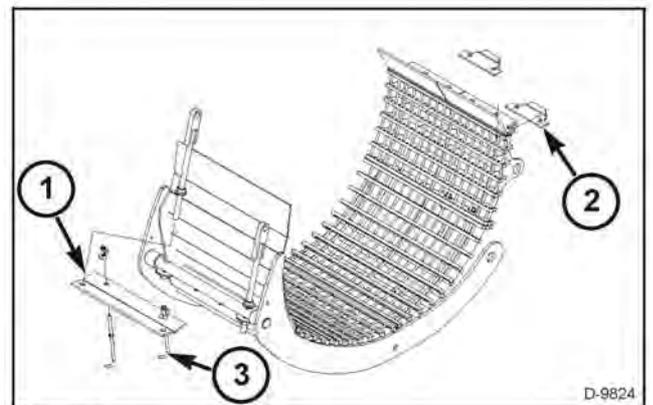

FIG. 172
FIG. 172: Las placas bisagras (1) y placas de sostén (2) para montar las placas del cóncavo están sujetas a los ejes del cóncavo utilizando los brazos del cóncavo sobre el lateral izquierdo de la cosechadora y los ángulares del cóncavo sobre el lateral derecho. Los ganchos de las placas sobre las placas de sostén en el lateral derecho del cóncavo y están asegurados con pernos (3) en el lado izquierdo.